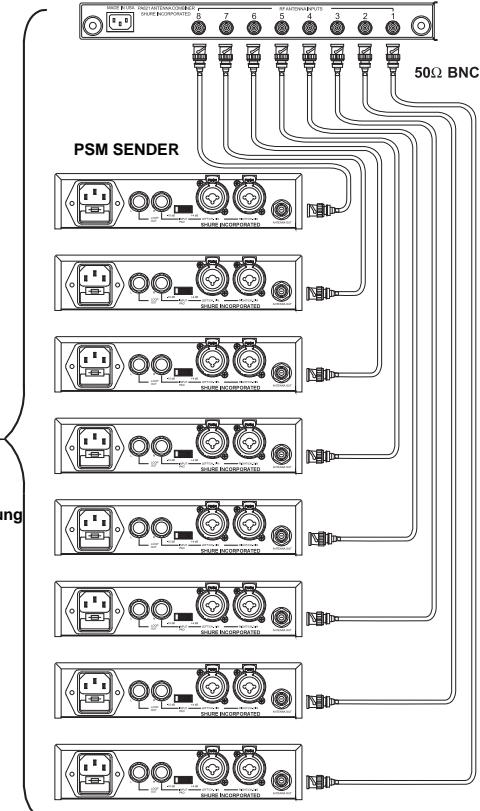

ABBILDUNG 2
1. Den Antennenausgang (**ANTENNA OUT**) jedes Senders mit den mitgelieferten BNC-BNC-Kabeln an die Antenneneingänge (**INPUTS**) der Antennenweiche PA821 anschließen, (Abbildung 2).